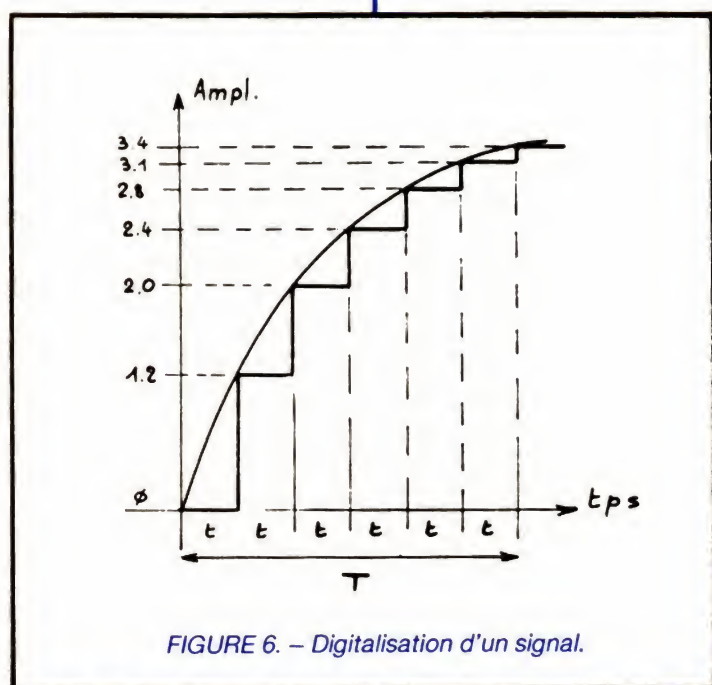
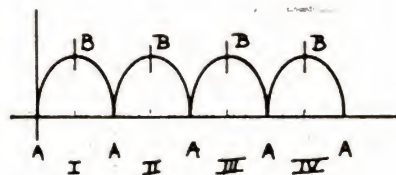
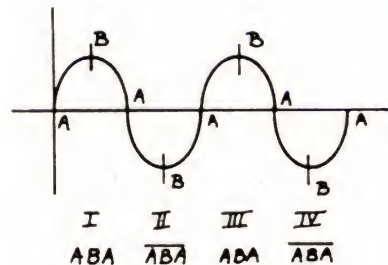

FIGURE 6. - Digitalisation d'un signal.
FIGURE 7. — Sortie du DAC.
FIGURE 8. — Sortie après inversion des phases paires.
Ce processus est appelé **digitalisation d'un signal**. Voir la figure 8 dans laquelle la courbe a été digitalisée à sept niveaux, dont les valeurs seront, par exemple, de 0 1,2 2,0 2,4 2,8 3,1 et 3,4. En admettant que 3,5 soit la valeur maximale du signal en question, alors on peut établir la correspondance entre n_2 et les valeurs ci-dessus :
Finalement, pour digitaliser notre signal de la figure 6, il faut appliquer sur B₁... B₈ les mots binaires suivants :
Pour synthétiser la courbe de la figure 6, il faudra appliquer ces mots binaires à intervalles de temps t égaux. Bien entendu, cela nous fait penser à un compteur. Nous ferons donc, sans aucun doute, appel à ce type de circuit.
Mais revenons un instant à la figure 6, pour constater que la forme synthétisée en escalier est fort grossière et qu'elle s'écarte assez notablement de la forme idéale transmise. La raison est évidente : le nombre des échelons est trop faible. Augmentons donc ce nombre ! Rendons-le aussi grand que possible !
Supposons que T de la figure 6 corresponde à 1/4 de période d'une sinusoïde. Supposons une fréquence de 20 kHz.
Mais, au fait, comment peut-on passer du quart de période de la figure 6 à la période entière de la figure 8 ?
– Tout d'abord le compteur d'adressage comptera de A à B, puis décomptera de B à A... et ainsi de suite, donnant le signal de la figure 7 ! Ce signal sera celui de sortie du DAC-08 :
La figure 8 donne le résultat obtenu. Petit miracle ! C'est une sinusoïde ! Compteur/décompteur et commande d'inversion font partie de la logique de contrôle du TBF3. Nous l'étudierons plus loin.
forme du signal de la figure 7. L'ampli OP qui suit est un 318 à large bande. Il opère la transformation illustrée en figure 8. Le fonctionnement de cet étage est assez spécial :